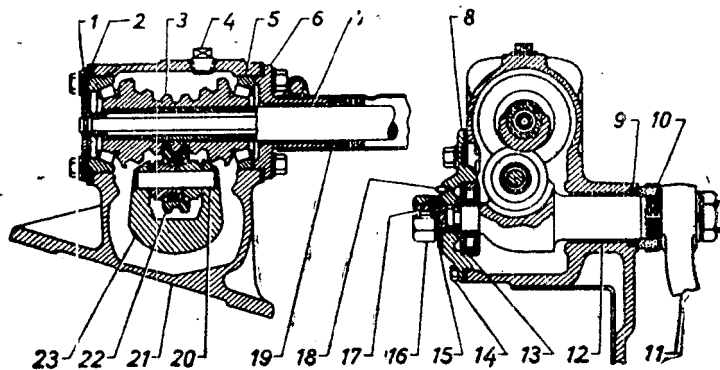

Рис. 28. Рулевой механизм.
- 4) отвернуть колпачковую гайку 16 (рис. 28) рулевого механизма и снять шайбу 15;